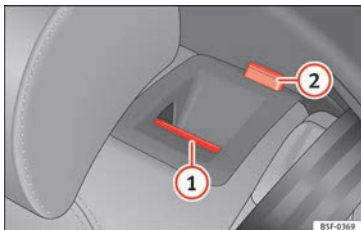

Fig. 152 En el respaldo del asiento trasero: tecla de desbloqueo (1); marca roja (2).
- Tire de la tecla de desbloqueo » fig. 152 (1) hacia delante y, al mismo tiempo, abata el respaldo.
- El respaldo trasero está desbloqueado cuando se ve una marca roja en la tecla (2).
El respaldo trasero está desbloqueado cuando se ve una marca roja en la tecla » fig. 152 (2).